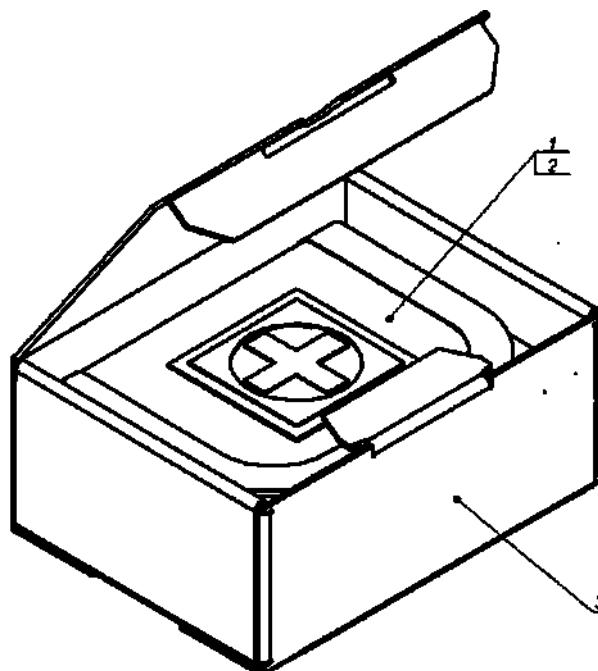

Рисунок 1 – Исполнение прибора «ПР-01ПП»-01
1.8.1.1 Исполнение прибора «ПР-01ПП»-01 (рис. 1).